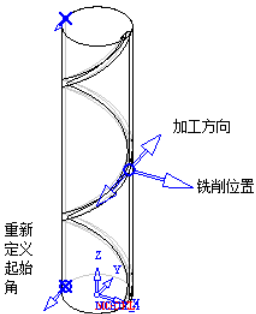

图 4-22 刀路轨迹参数（2）
- 展开“刀路轨迹”选项，设置“步进方式”为“根据残留”，并调整铣削位置、加工方向和重新定义起始角，如图 4-22 所示。